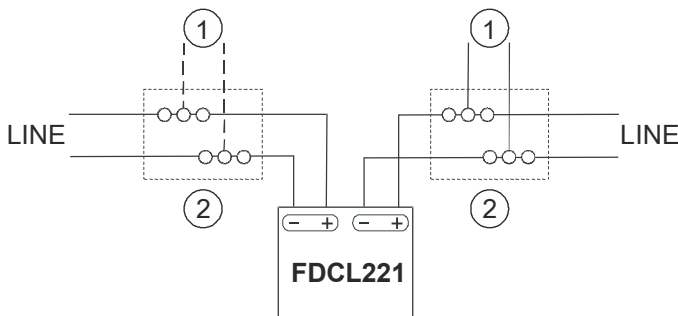

Fig. 4
The figure (Fig. 4) shows the electric connection of the line separator in the FDnet/C-NET with triple terminal blocks (2). Soldering is equally possible.
- Connect the line separator to the FDnet/C-NET according to the connection diagram (Fig. 4).
- Connect the stub line (1) to the FDnet/C-NET according to the connection diagram (Fig. 4).
Das Schema (Fig. 4) zeigt den elektrischen Anschluss des Linientrenners im FDnet/C-NET mittels 3-fach-Reihenklemmen (2). Lötanschlüsse sind gleichfalls möglich.
- Schließen Sie den Linientrenner gemäß dem Anschlussschema an das FDnet/C-NET (Fig. 4).
- Schließen Sie die Stichleitung (1) gemäß dem Anschlussschema an das FDnet/C-NET (Fig. 4).
Le schéma (Fig. 4) indique le raccordement électrique de l'isolateur de ligne dans FDnet/C-NET au moyen de blocs de jonction triples (2). Les connexions soudées sont également possibles.
1. Raccordez le séparateur de ligne au FDnet/C-NET conformément au schéma de raccordement (fig. 4).
2. Raccordez la ligne en étoile (1) au FDnet/C-NET conformément au schéma de raccordement (fig. 4).